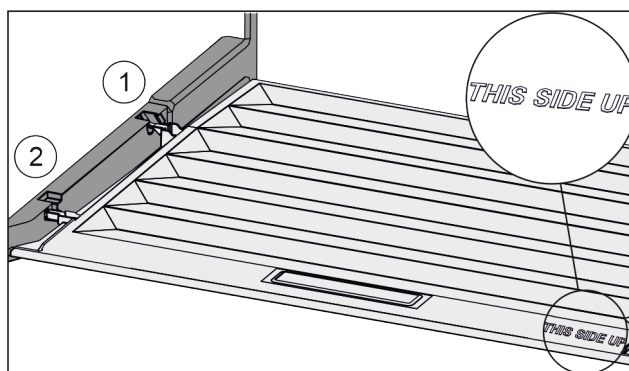

Fig. 36
- ▶ Вставить поперечные ребра крышки через отверстие заднего держателя Fig. 36 (1) и защелкнуть спереди в держателе Fig. 36 (2).